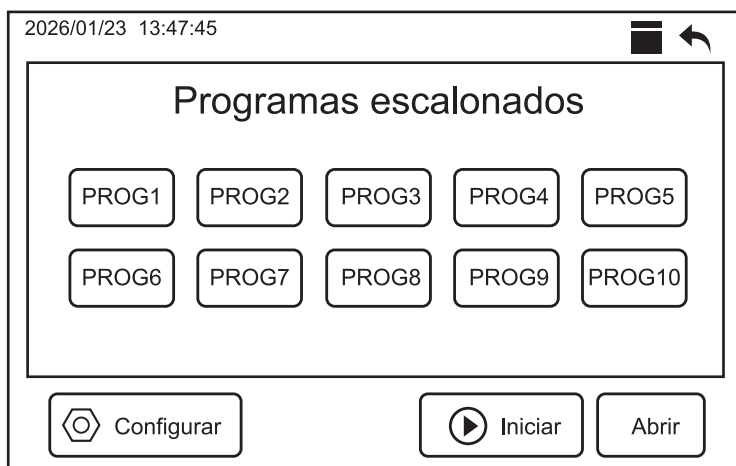
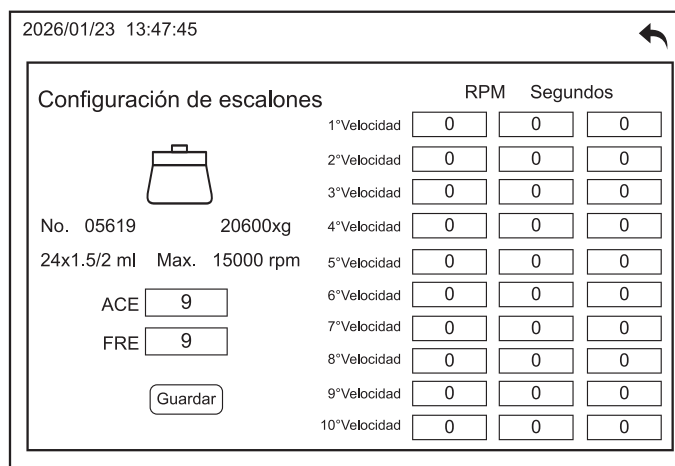

Figura 20.
Figura 21.
b) Después, pulse en el botón “**Modo Escalonado**” para abrir la ventana de edición (Figura 20). Esto permite editar parámetros específicos de la operación para personalizar el proceso, creando así, un **protocolo de centrifugación multifase**, donde cada fase tiene ajustes diferentes de velocidad y tiempo (Figura 21).